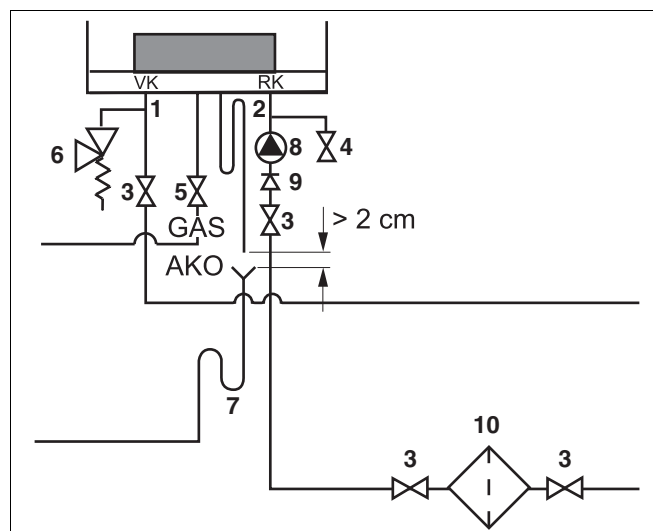

Fig. 15 Tilslutning
- Installér en 4-bar-sikkerhedsventil (fig. 15, **pos. 6**) med minimum gennemløb på 1" i fremløbsledningen. Sørg for, at sikkerhedsventilen altid tilsluttes mellem kedlen og vedligeholdelseshanen. Derved står kedlen i forbindelse med sikkerhedsventilen, selv om vedligeholdelseshanerne er lukkede.
- Montér pumpen (fig. 15, **pos. 8**) i returledningen (fig. 15, **pos. 2**).